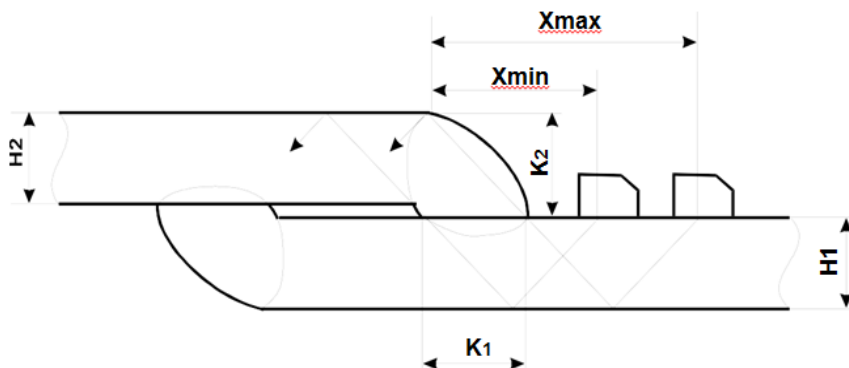

Рисунок 6.8 – Соединения, сваренные внахлест
6.5.1 Ультразвуковой контроль соединений, сваренных внахлест, проводится обычно со стороны нижнего листа однократно отраженным лучом по совмещенной схеме (рис. 6.8). С верхнего листа контроль может производиться при ограниченном доступе со стороны нижнего листа, а также для уточнения результатов контроля.